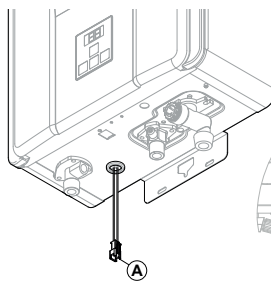
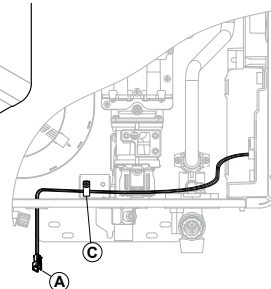

Fig. 1
Fig. 2
3. Passare sufficiente cavo attraverso il foro gommato della mantellatura (Fig. 1); collegarne il capo alla scheda elettronica e fissarlo alla scocca C (Fig. 2);